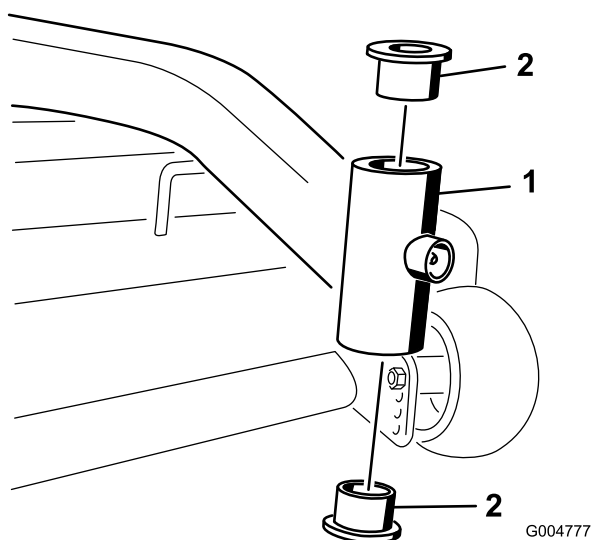

Figure 41
- Insérez un chasse-goupille dans le tube de montage et chassez les bagues avec précaution (Figure 41). Nettoyez l'intérieur du tube de montage.